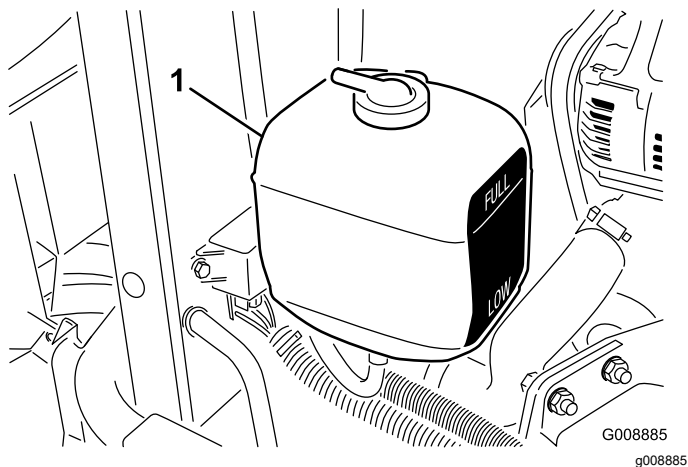

Рисунок 29
1. Проверьте уровень охлаждающей жидкости в расширительном бачке (Рисунок 29). При холодном двигателе уровень охлаждающей жидкости должен находиться приблизительно посередине между отметками на боковой стенке бачка.